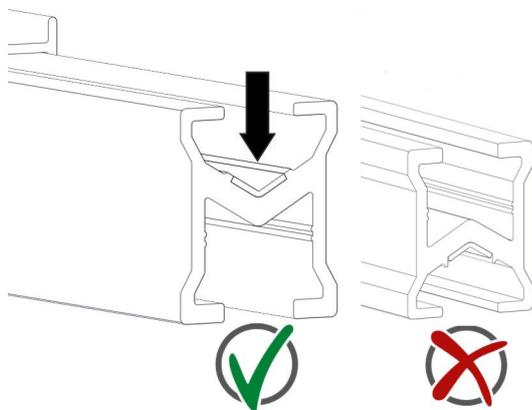

Fig. 44 : Respecter le sens de sciage du rail conducteur.
- Lors du sciage du rail conducteur, respecter le sens de coupe de haut en bas (voir Fig. 44).